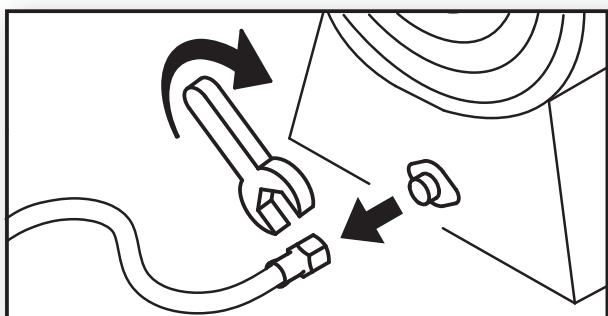

Fig. 27
▶ 9.5.Deconectați furtunul de alimentare cu gaz (Fig. 27).